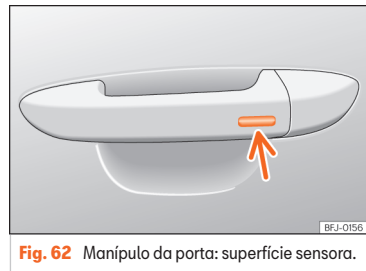

Fig. 62 Manípulo da porta: superfície sensora.
- **OU:** através do sistema Keyless Access (apenas fecho): Mantenha um dedo durante alguns segundos sobre a superfície sensora de bloqueio » » Fig. 62 (seta) do manípulo da porta para fechar as janelas e o teto. Se deixar de tocar na superfície sensora, interrompe a função de fecho.
Mantenha um dedo durante alguns segundos sobre a superfície sensora de bloqueio »» Fig. 62 (seta) do manípulo da porta para fechar o teto. Se deixar de tocar na superfície sensora, interrompe a função de fecho.